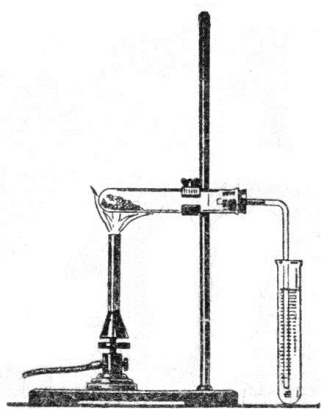

Рис. 46. Восстановление оксида меди (II) углем
На листе бумаги перемешать небольшие, примерно равные по массе, порции оксида меди (II) и мелко измельченного древесного угля. Смесь пересыпать в сухую пробирку, укрепленную горизонтально в штативе (рис. 46). Закрывать пробирку пробкой с изогнутой газоотводной трубкой, конец которой опустить в сосуд с известковой водой. Пробирку сильно нагревать до прекращения выделения газа. Наблюдать за происходящими изменениями. Дать пробирке остыть,